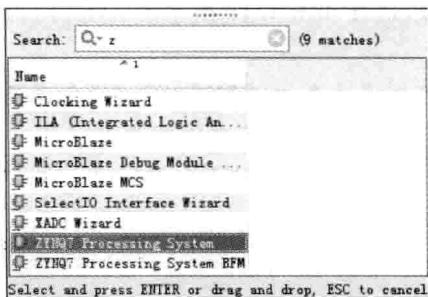

图 4.8 选择 ZYNQ 处理器系统 IP
(5) 如图 4.8 所示,出现 IP 列表界面。在 Search 右侧输入框中,输入 z,在下面的 IP 列表中,找到并双击 ZYNQ7 Processing System。或者选中该选项,然后按下 Enter 键。这样,就将 ZYNQ7 IP 添加到设计中。